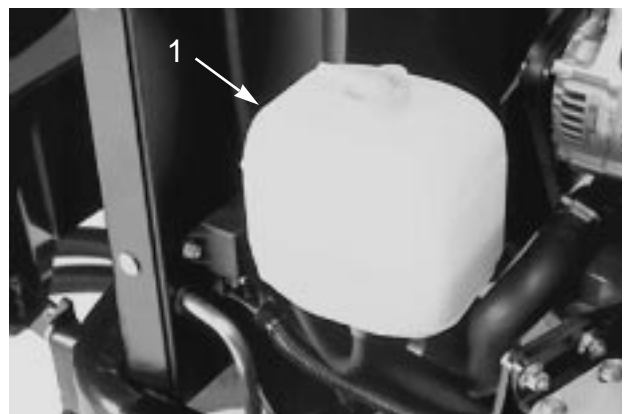

図 19
1. 補助タンク（図19）の冷却水量を点検する。エンジンが冷えた状態で、タンク側面についている2本の線の間にあれば適切。